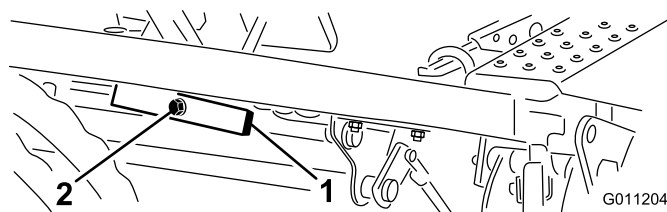

図 43
1. 昇降ピボット裏のナットをゆるめる (図 43)。
2. 偏芯ネジ (図 43) を回してピボット・スプリングを上下させて調整する。